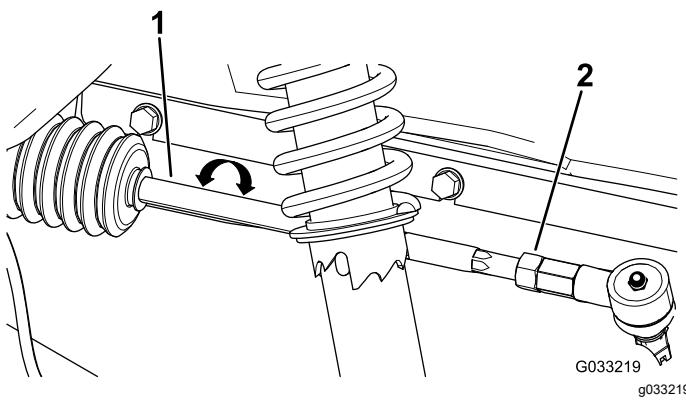

Bild 55
2. Wenn der Wert nicht zwischen 0-6 mm liegt, lösen Sie die Klemmmuttern am äußeren Ende der Spurstangen (Bild 55).